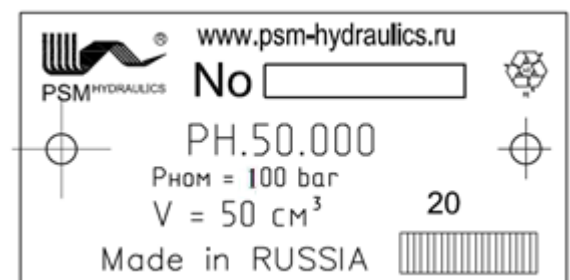

Рисунок 2 – Табличка
1.7.1 Маркировка ручного насоса выполнена на табличке (рисунок 2), прикрепленная к корпусу и содержит следующие сведения: